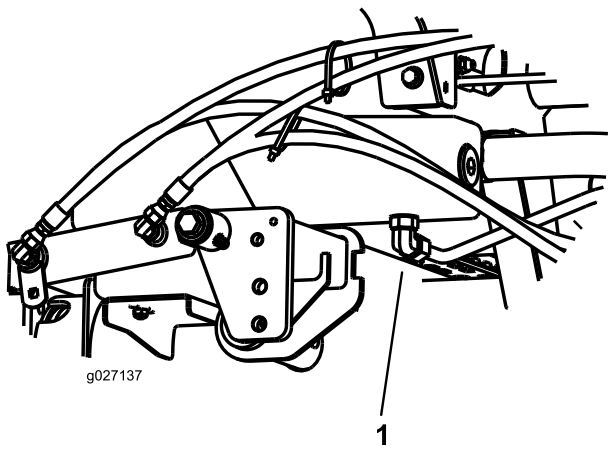

图 73
3. 在液压油箱底部安装的接头下面放置一个大放油盘 图 73。